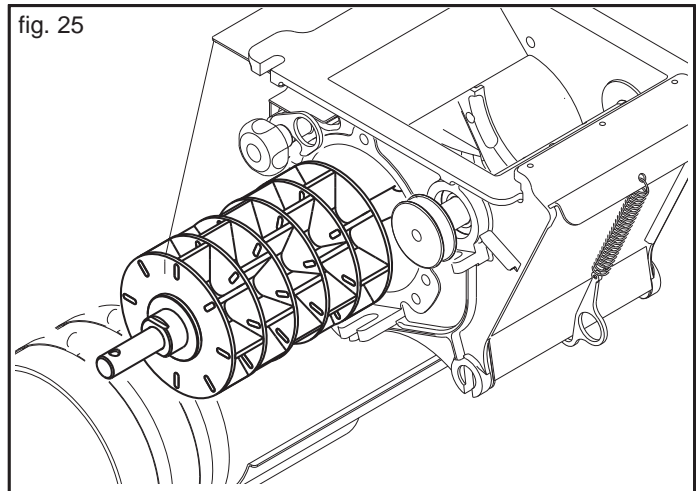

fig. 25
- 2) Estrarre il rullo dosatore (Fig. 25) come descritto ed indicato al capitolo 3.4.1.